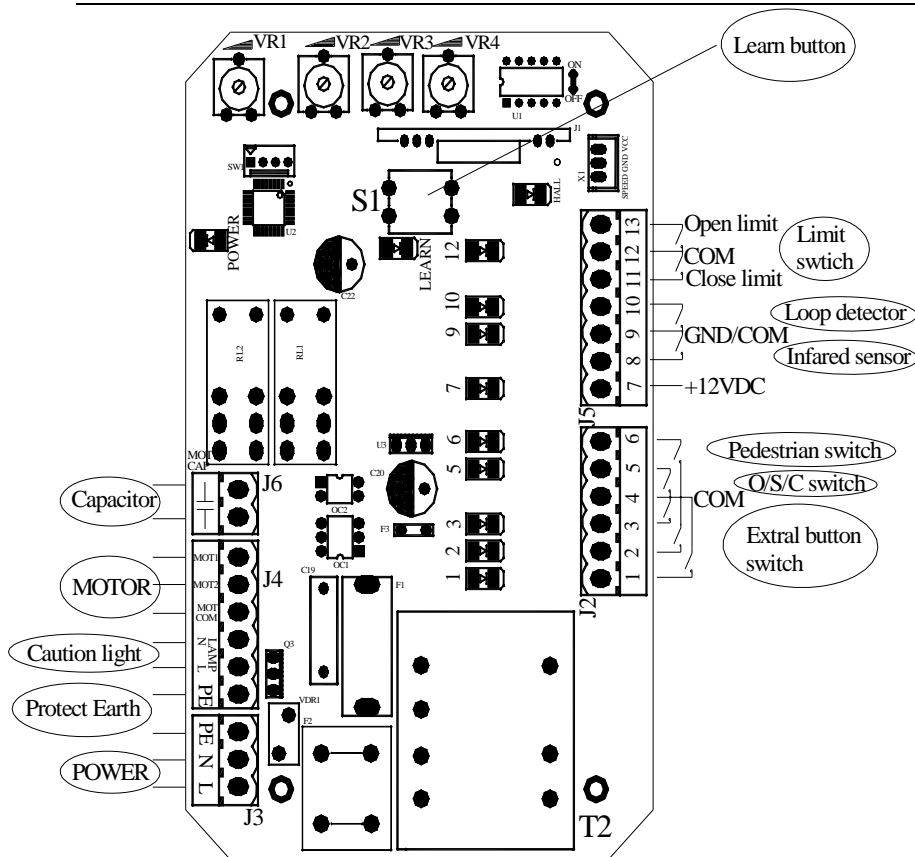

Fig.8
Assurez-vous que l'appareil est éteint avant d'effectuer les connexions électriques. Retirez le capot, effectuer le câblage (voir Fig.8) et remplacer de nouveau le capot.
a. Réglage des potentiomètres (voir Fig.8)
- **Programmation des émetteurs (Apprentissage)** Retirez le couvercle de l'actionneur, appuyez sur le bouton de programmation 'S1' (fig. 8) et maintenez plus de 2 secondes, le LED "learn" (Fig. 8) s'active, puis appuyez sur le bouton de l'émetteur qui vous voulez utiliser, le LED "learn" s'allume pour environ 2 secondes, puis il s'allume de nouveau. Le processus de programmation est terminé. La capacité maximale du récepteur est de 25 émetteurs.